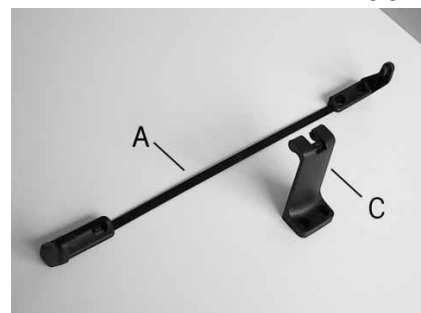

Figure 6
- С. Выберите нужное крепление (Fig. 6).